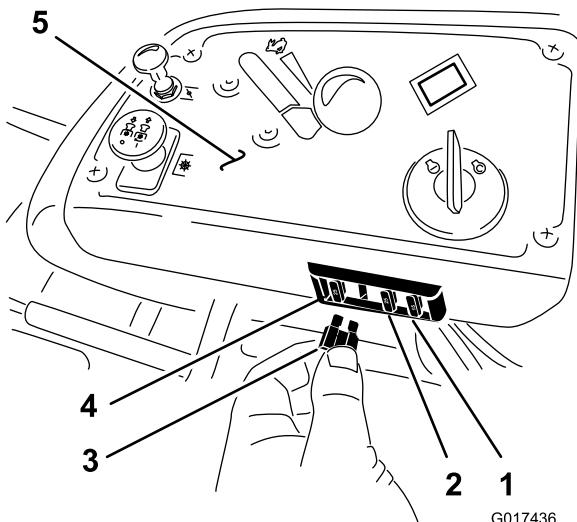

Figure 48
- Les fusibles sont situés sur la console droite, près du siège (Figure 48).
- Remplacez le fusible (Figure 48).